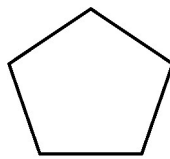

Рис. 1.75: Правильный пятиугольник
2. Модифицируйте код 1.8, чтобы робот двигался по правильному пятиугольнику (рисунок 1.75) и зажигал светодиод при движении вдоль нечетных сторон.